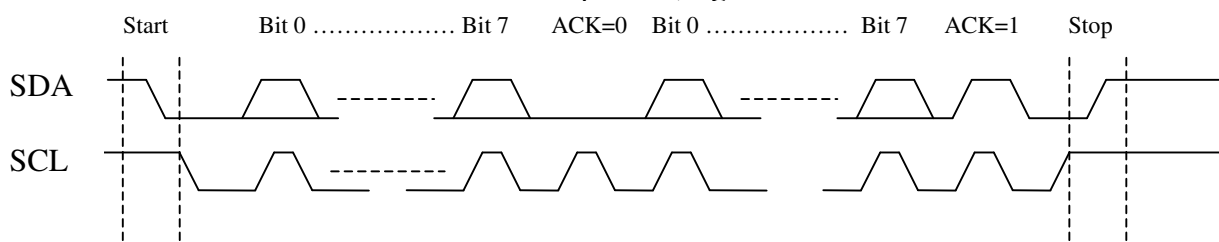

Figura 5.20: sincronizarea transferului
a. La nivel de octet: dispozitivul slave trebuie să răspundă după primirea unui octet prin stabilirea unui bit ACK. Dacă acest bit este 0 transferul poate continua, dacă este 1 transferul se abandonează. Bitul ACK este al 9-lea bit transmis pe linie, figura 5.20: